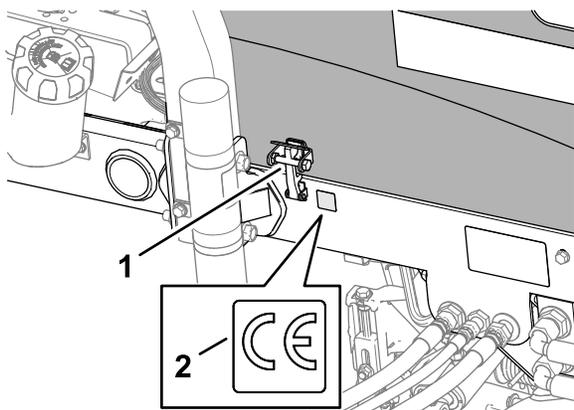

図 38
3. 機体左側フレームのフードロック付近をアルコールできれいに拭いて乾燥させる図 38。
4. CE デカル P/N 133-8095 の裏紙をはがし、図 38 のようにフレームに貼り付ける。